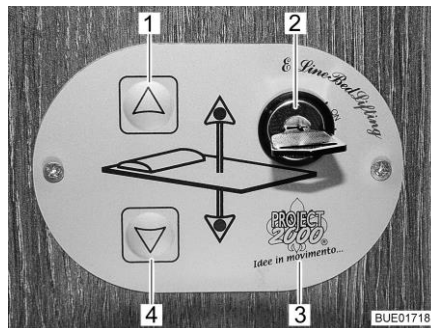

Bild 77 Kontrollenhet
Med knapparna (Bild 77,1 och 4) på kontrollenheten (Bild 77,3) sänks och lyfts den höjbara sängen. Med nyckelbrytaren (Bild 77,2) säkras kontrollenheten mot obehörig användning.
- Vrid nyckeln i nyckelbrytaren (Bild 77,2) 90° medurs på ställningen "On". Kontrollenheten (Bild 77,3) är aktiverad.
- Tryck på pilknappen (Bild 77,4) och håll den så länge intryckt till den höjbara sängen sänks ned till önskad position.
- Tryck på pilknappen (Bild 77,1) och håll den så länge intryckt till den höjbara sängen lyfts fram till gränsställningen.
Nöddrift Om den höjbara sängen inte längre går att flytta med pilknapparna (Bild 77,1 och 4) kontrollera först säkringarna (se avsnitt 9.1.1.1). Om säkringarna är ok och den höjbara sängen ändå inte går att flytta, kan den höjbara sängen manövreras manuellt.